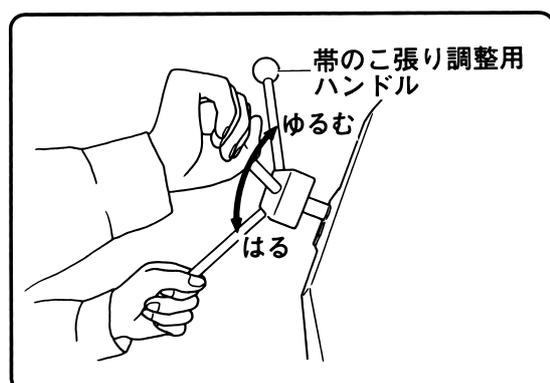

図 27
(7) ベルトのこ張り調整用ハンドルを時計方向にまわし、ベルトのこに張力を加えます。(図27)